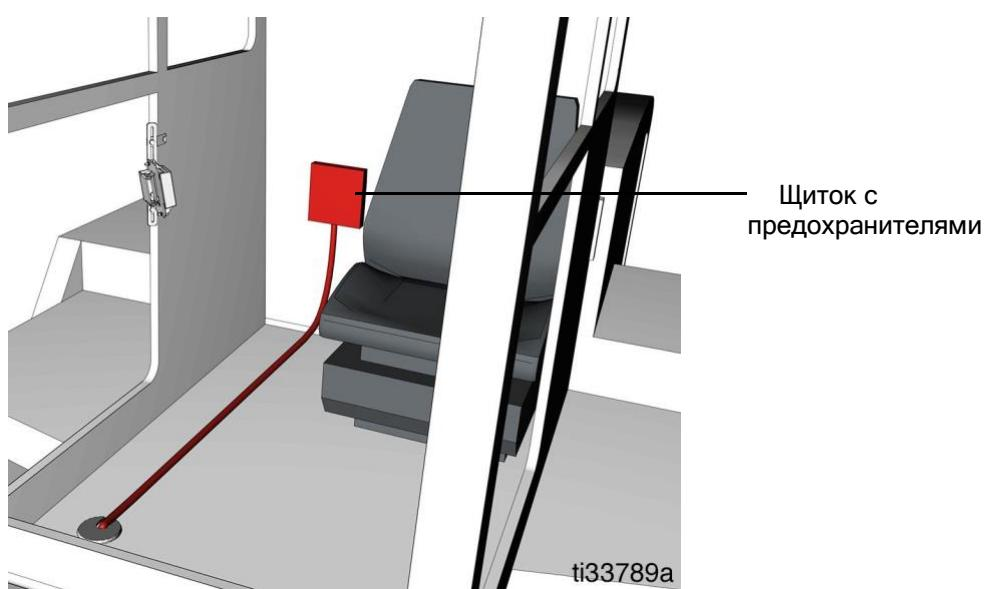

Рис. 15
- Если насос работает от контроллера, проложите кабель питания насоса в кабину до щитка предохранителей (Рис. 15). См. **Указания по проводке** на стр. 18.